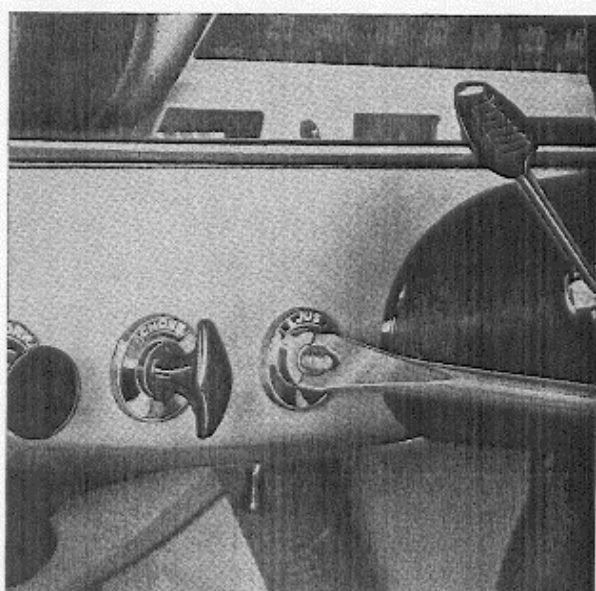

Abb. 97 Ausbau des Schalters
2. Die Mutter, die den Lichtschalter festhält, mit einem geeigneten Werkzeug lösen, siehe Abb. 97.